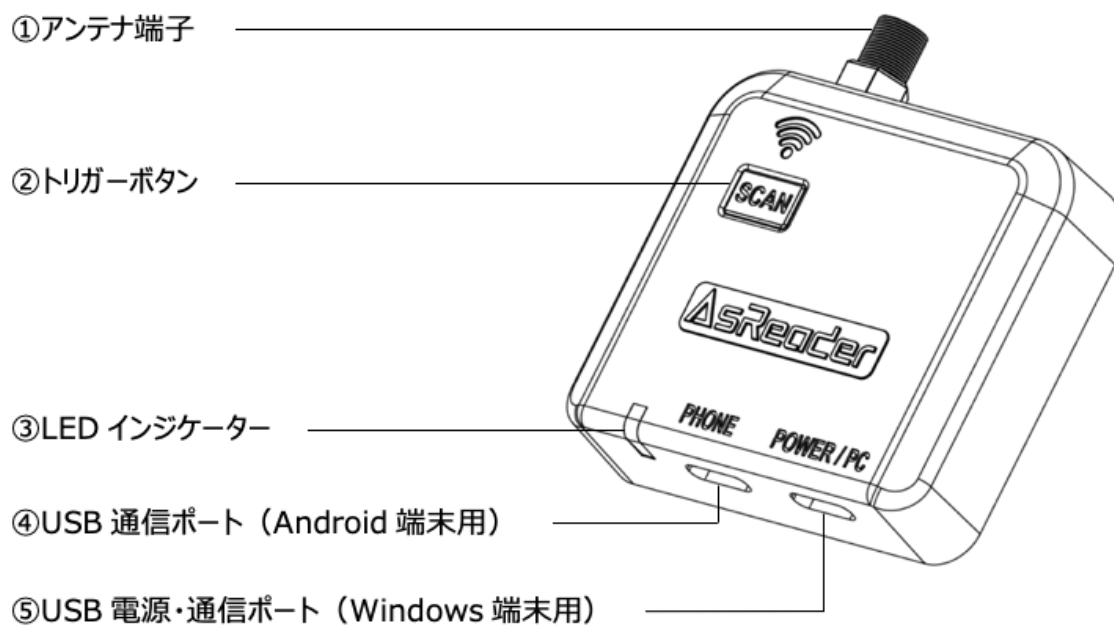

図 1-3-1 外観(正面)
アンテナのケーブルを ASR-P37U のアンテナ端子（図 1-3-1①を参照）へ接続します。
USB 充電器と接続した USB Type-C ケーブルを ASR-P37U の USB 電源・通信ポート（図 1-3-1⑤を参照）に接続して電源オンします。電源オンになると、LED インジケータ（図 1-3-1③を参照）がゆっくり点滅し、ブザー音が 2 回なります。
ASR-P37U を電源オンの状態で RF タグを ASR-P37U に接続したアンテナに近づけ、トリガーボタン（図 1-3-1②を参照）を押すと、青 LED が素早く点滅して RF タグの読み取りを開始します。RF タグを読み取りできると Android 端末や Windows 端末の画面上のカーソル位置にデータが入力されます。もう一度トリガーボタンを押すと、読み取りが停止します。
3. Android 端末と ASR-P37U の USB 通信ポート（図 1-3-1④を参照）を USB Type-C to Type-C ケーブルで接続すると、アプリと ASR-P37U が自動的に接続されます。接続に成功すると、LED インジケータが点灯します。
4. Android 端末を充電しながら使用する場合、USB ハブと ASR-P37U の USB 電源・通信ポート（図 1-3-1⑤を参照）を USB Type-C ケーブルで接続し、USB ハブを Android 端末に接続した上で、アダプターを使用して USB ハブ経由で給電してください。
2. Android 端末と ASR-P37U の USB 電源・通信ポート（図 1-3-1⑤を参照）を USB Type-C to Type-C ケーブルで接続します。電源オンになり、接続が成功すると、LED インジケータが青点灯し、ブザーオンが 2 回なります。
1. Windows 端末と ASR-P37U の USB 電源・通信ポート（図 1-3-1⑤を参照）を USB Type-C ケーブルで接続すると、LED インジケータが点灯し、ブザー音が 2 回なります。